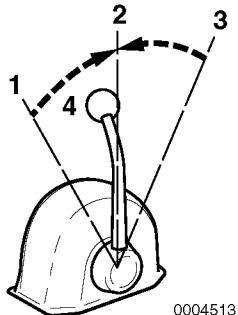

Figura 3
Utilice la palanca de aceleración (**Figura 3, (4)**) para controlar la aceleración y desaceleración. Mueva la palanca lentamente.
2. Al mover la palanca entre AVANTE (**Figura 3, (1 o 3)**) y MARCHA ATRÁS (**Figura 3, (3 o 1)**), coloque el embrague en PUNTO MUERTO (**Figura 3, (2)**) y haga una pausa antes de cambiar lentamente a la posición deseada. No cambie NUNCA bruscamente de AVANTE a MARCHA ATRÁS o viceversa.